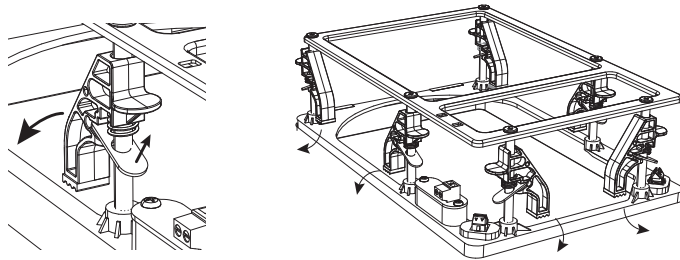
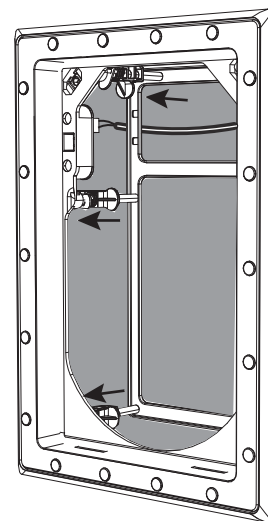

Fig. 9. Adjusting the Mounting Clamps from the Stowed Position
Fig. 11. Frame securely clamped to the Wall
2. Greifen Sie in den Rahmen und drehen Sie die Montageklappen in die Position "Klemmung", wo sie eine Klemmkraft auf die Rückseite der Öffnung ausüben können (Abb. 9 und 10). Drücken Sie den Rahmen hinein und ziehen Sie jede Klemme fest, damit der Rahmen in seiner Position gesichert ist (Abb. 11).